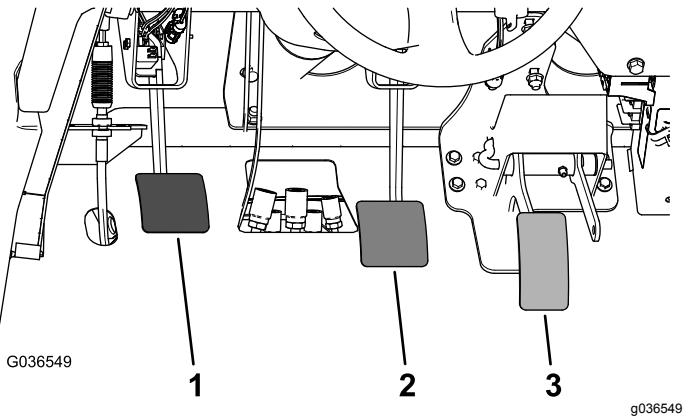

図 66
- ブレーキペダル図 66を持ち上げてフレームに接触させる。
- ヨークをマスターシリンダのシャフトに固定しているジャムナットをゆるめる図 66。